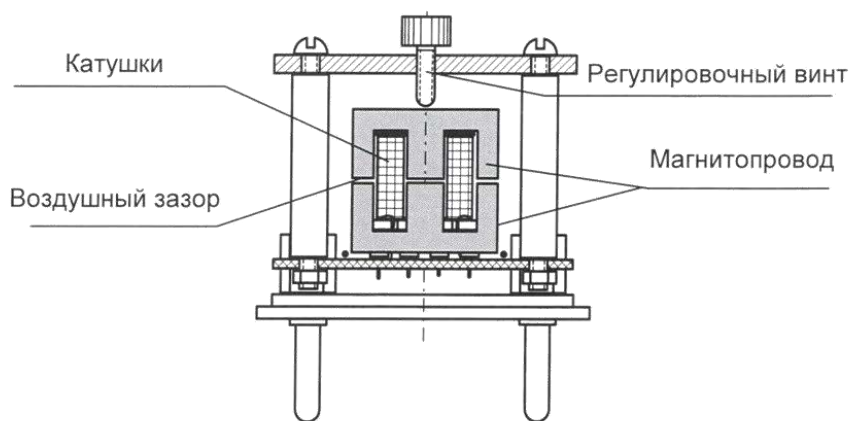

Рис.13.2
Исследуемая магнитная цепь схематично показана на рис. 13.2
- По размерам, указанным на рис. 13.2 определите длины участков магнитной цепи l_1 и l_2 (при $\sigma=0$), а также их сечения S_1 и S_2